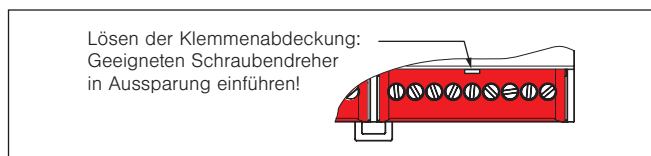

Abb. 4 Lösen der Klemmenabdeckungen
- **REG:** Montieren Sie das Gerät beim Verteilereinbau auf einer symmetrischen Hutschiene (TH 35-15) durch Aufclipsen. Zur Erleichterung der Anschlussarbeiten können die Klemmenabdeckungen gelöst werden (siehe Abb. 4 auf Seite 3).
- **AP:** Aufputzgehäuse (AP)
Die Montage erfolgt Aufputz im Innenbereich/ in Innenräumen auf geeignetem Untergrund. Bei Wand- oder Deckenbefestigung müssen die Befestigungsmittel ausreichend bemessen sein. Führen Sie einen Schlitzschraubendreher in die jeweilige Deckelöffnung ein (siehe Abb. 4 auf Seite 3) und hebeln Sie den Klappdeckel vorsichtig auf. Wiederholen Sie den Vorgang für die zweite Öffnung des Deckels. Wenn beide Verrastungen gelöst sind, lässt sich der Deckel aufklappen. Den zweiten Deckel können Sie auf die gleiche Weise öffnen. Alternativ kann die AP-Variante auch auf einer Hutschiene (TH 35-15) montiert werden.